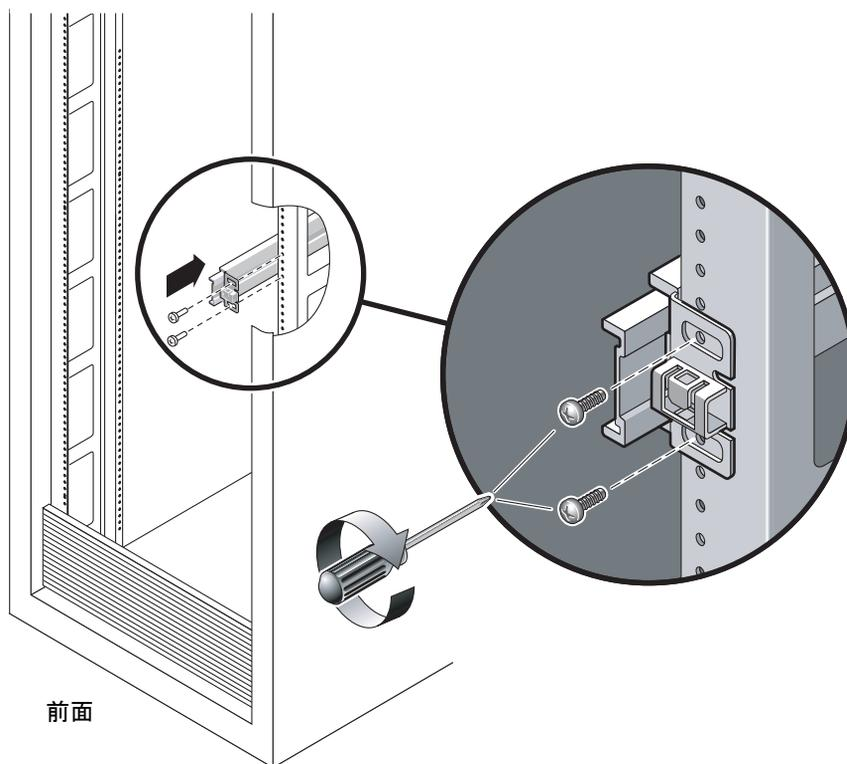

図 2-6 スライドレールの取り付け
5. スライドレールを前面右側のラックポストに取り付けます (図 2-6)。